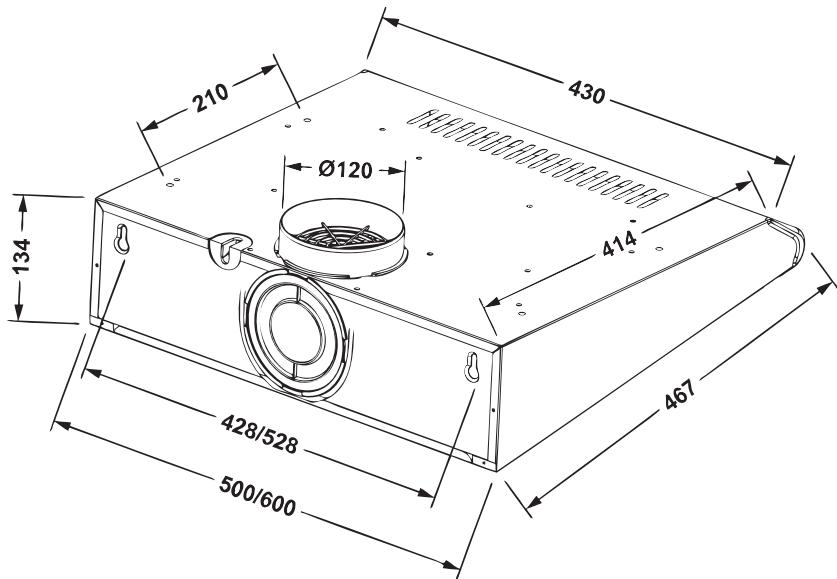

Рис. 3
«Vizor» Ø 3мм. (рис.3).
- для вытяжки «Vizor» - 2 или 4 шурупами ПКГ 4 x 12 с шайбами 4, которые вкручиваются изнутри вытяжки в отверстия, расположенные на верхней плоскости корпуса (**рис.3**).
В режиме рециркуляции (рис.3) вытяжка не подключается к вентиляционной шахте кухни и воздуха проходит через установленные в вытяжке фильтра: перфорированная решетка с жироулавливающим элементом и угольный запахоулавливающий фильтры (покупаются отдельно) и возвращается обратно в кухню через вентиляционные пазы **C**.